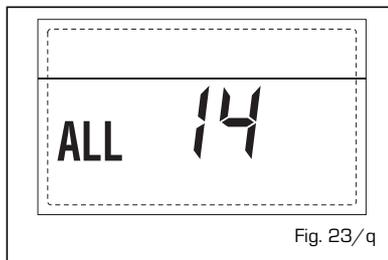

Fig. 23/q
- ANOMALIA DEL VENTILATORE "ALL 15" (fig. 23/r)